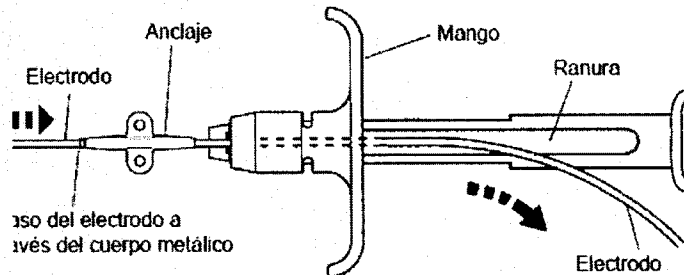

Figura 2. Paso del electrodo a través del cuerpo metálico
5. Pase el extremo con conector del electrodo por el interior del cuerpo metálico del dispensador del anclaje hasta que salga el electrodo más allá del mango a través de la ranura (Figura 2).